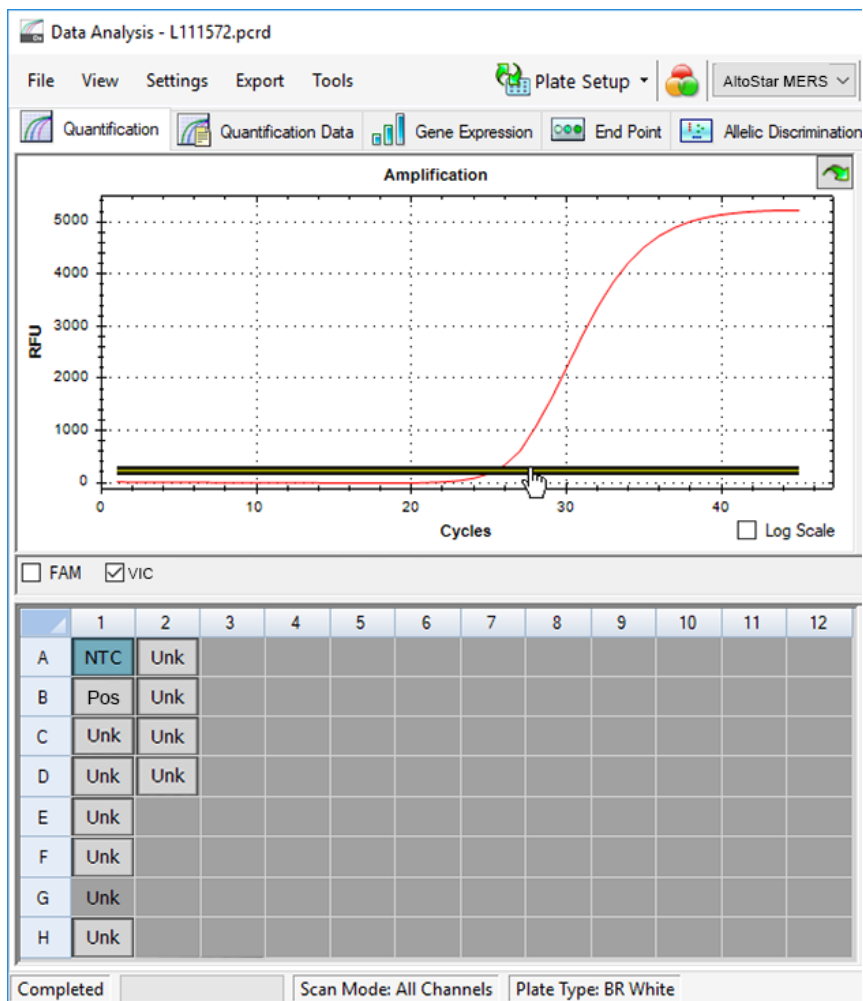

Figura 9: Ventana Data Analysis (análisis de datos): configuración del umbral VIC™
- En la parte izquierda de la ventana Data Analysis (análisis de datos) marque únicamente la casilla de verificación **VIC** para el canal de detección del IC (consulte la figura 9).
- Seleccione únicamente el pocillo de NTC en la vista de placa de la ventana Data Analysis (análisis de datos) (consulte la figura 9).
4. Arrastre el umbral hasta el área exponencial de la señal de NTC (consulte la figura 9).